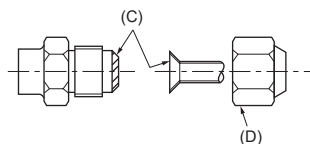

Fig. 4-2
4.2. Tubos de conexión (Fig. 4-1, Fig. 4-2)
[Fig. 4-2]